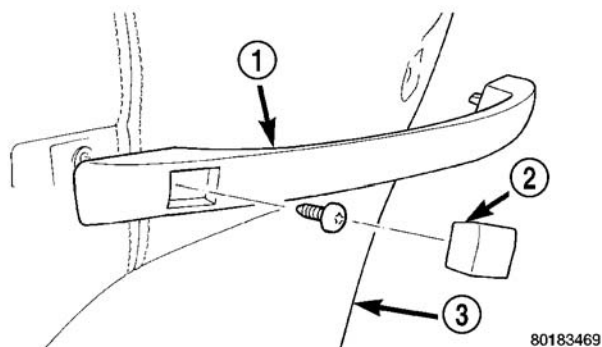

图 16 前座椅靠背把手
- (1) 用小螺钉改锥自把手底部撬开螺钉塞（图 16）。
- (2) 卸下将把手固定到座椅靠背的螺钉。
- (3) 自车辆拆下把手。
- （3）将螺钉塞插入把手的端部（图 16）。